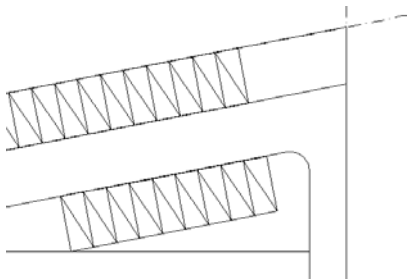

图 15.97 圆角
(5) 执行圆角命令,设定倒圆角半径为 2000,对内部道路绿化进行圆角处理,如图 15.97 所示。